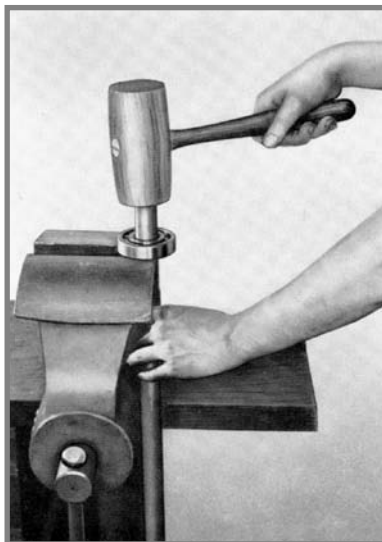

Fig. 17
08. Após isso, o eixo é afastado do anel interno do rolamento por meio de pancadas leves (Fig. 17).